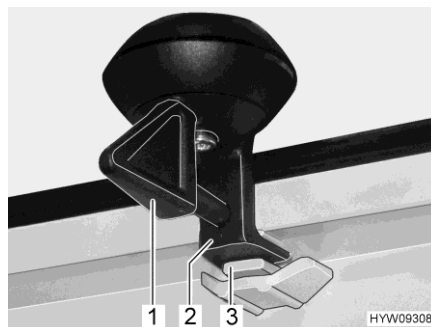

Fig. 72 Verrouillage (position de ventilation)
- Tourner le levier (Fig. 72,1) d'un quart de tour. Le dispositif de verrouillage (Fig. 72,2) doit pénétrer dans le logement supérieur (Fig. 72,3).